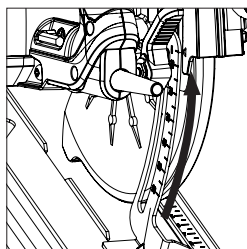

Fig. 10
(12) JUSTERING AV SÅGDJUP
- Lossa låsmekanismen för djupjustering genom att dra manöverspaken uppåt. **(Fig. 10)**